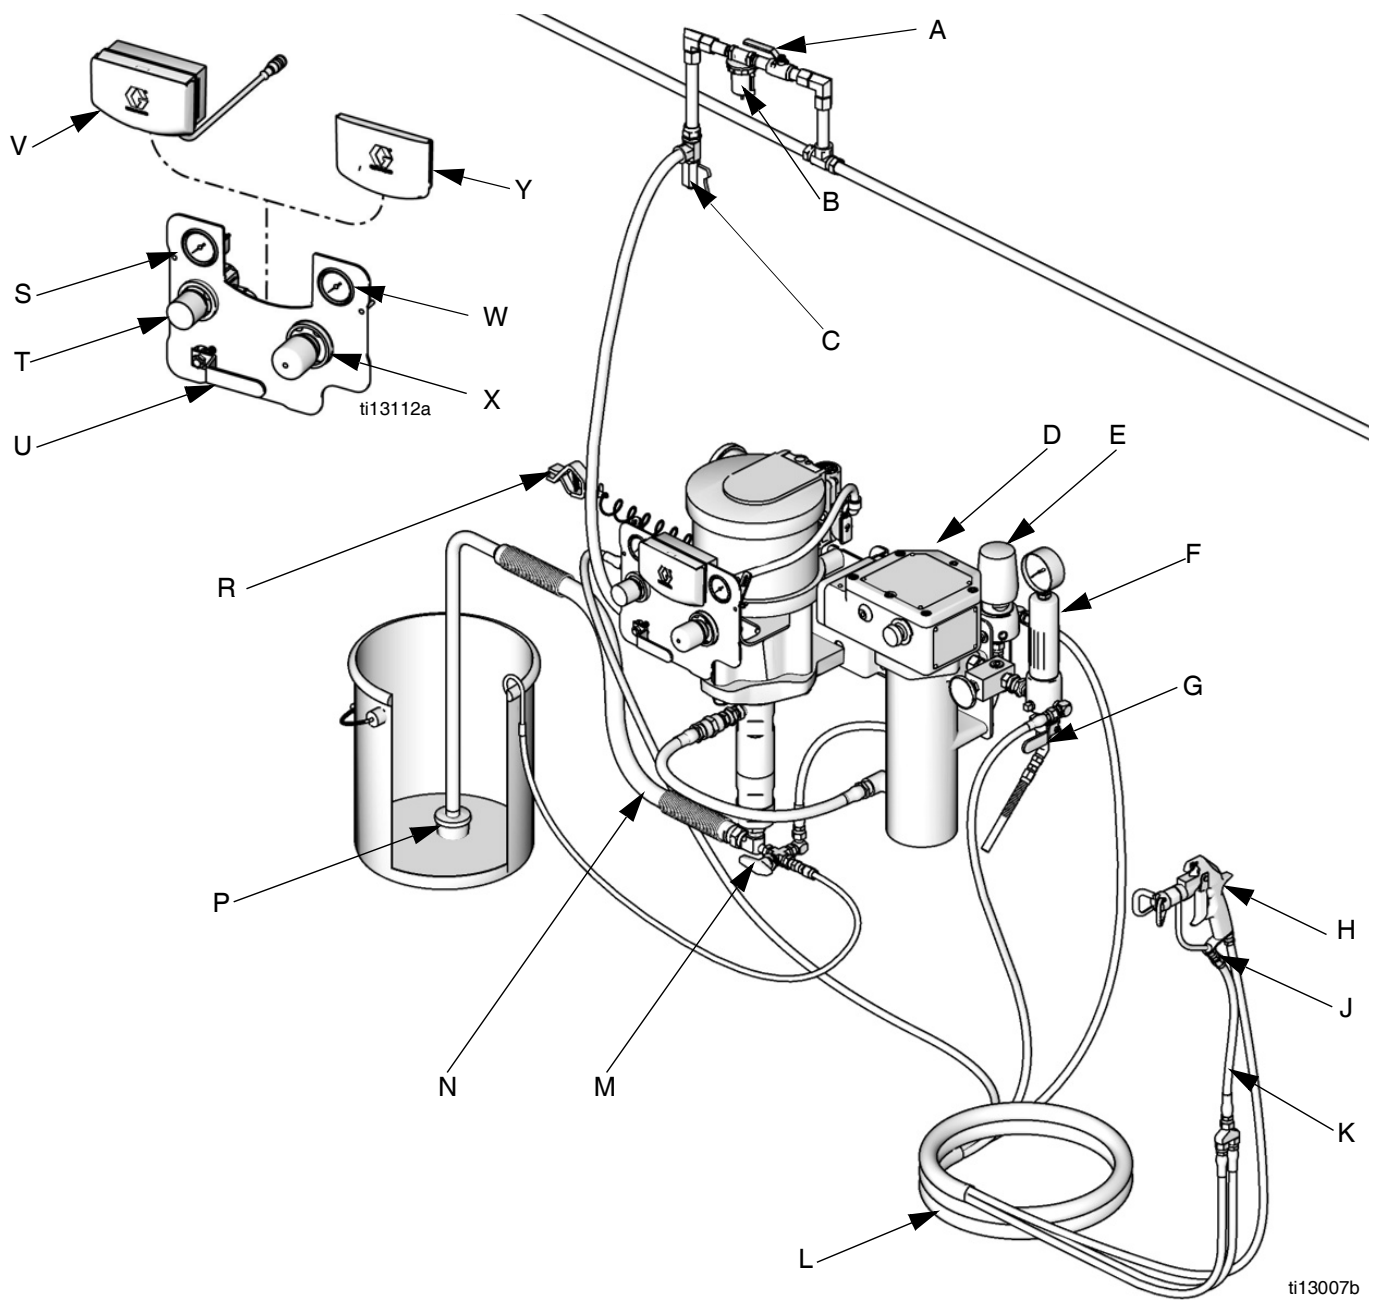

FIG. 1: Standardinstallasjon (det er ikke sikkert at pakken din inneholder alle gjenstandene som er vist her.)
FIG. 1 er kun en veiledning for valg og montering av systemets komponenter og tilbehør. Ta kontakt med din Graco-forhandler for å få hjelp med å designe et system som er tilpasset dine særskilte behov.
Se FIG. 1. **Komponentene varierer avhengig av hvilken pakke du bestilte.** Se tabellene på side 6 til 7. Pakken din kan inneholde:
Se FIG. 1, side 9.
2. Se FIG. 1. Steng hovedluftventilen med utlufting (U).